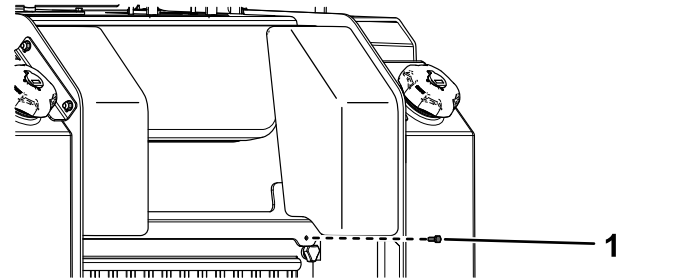

Рисунок 38
1. Снимите фиксатор (Рисунок 38).
2. Чтобы получить доступ к внутренним компонентам, поднимите заднюю крышку доступа и зафиксируйте ее подпорной штангой (Рисунок 38).